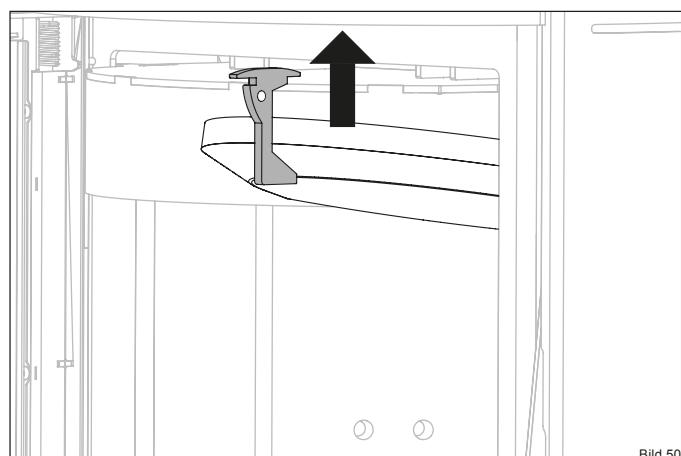

Bild 50
- Schieben Sie den Thermosteinhalter nach oben (Bild 50).